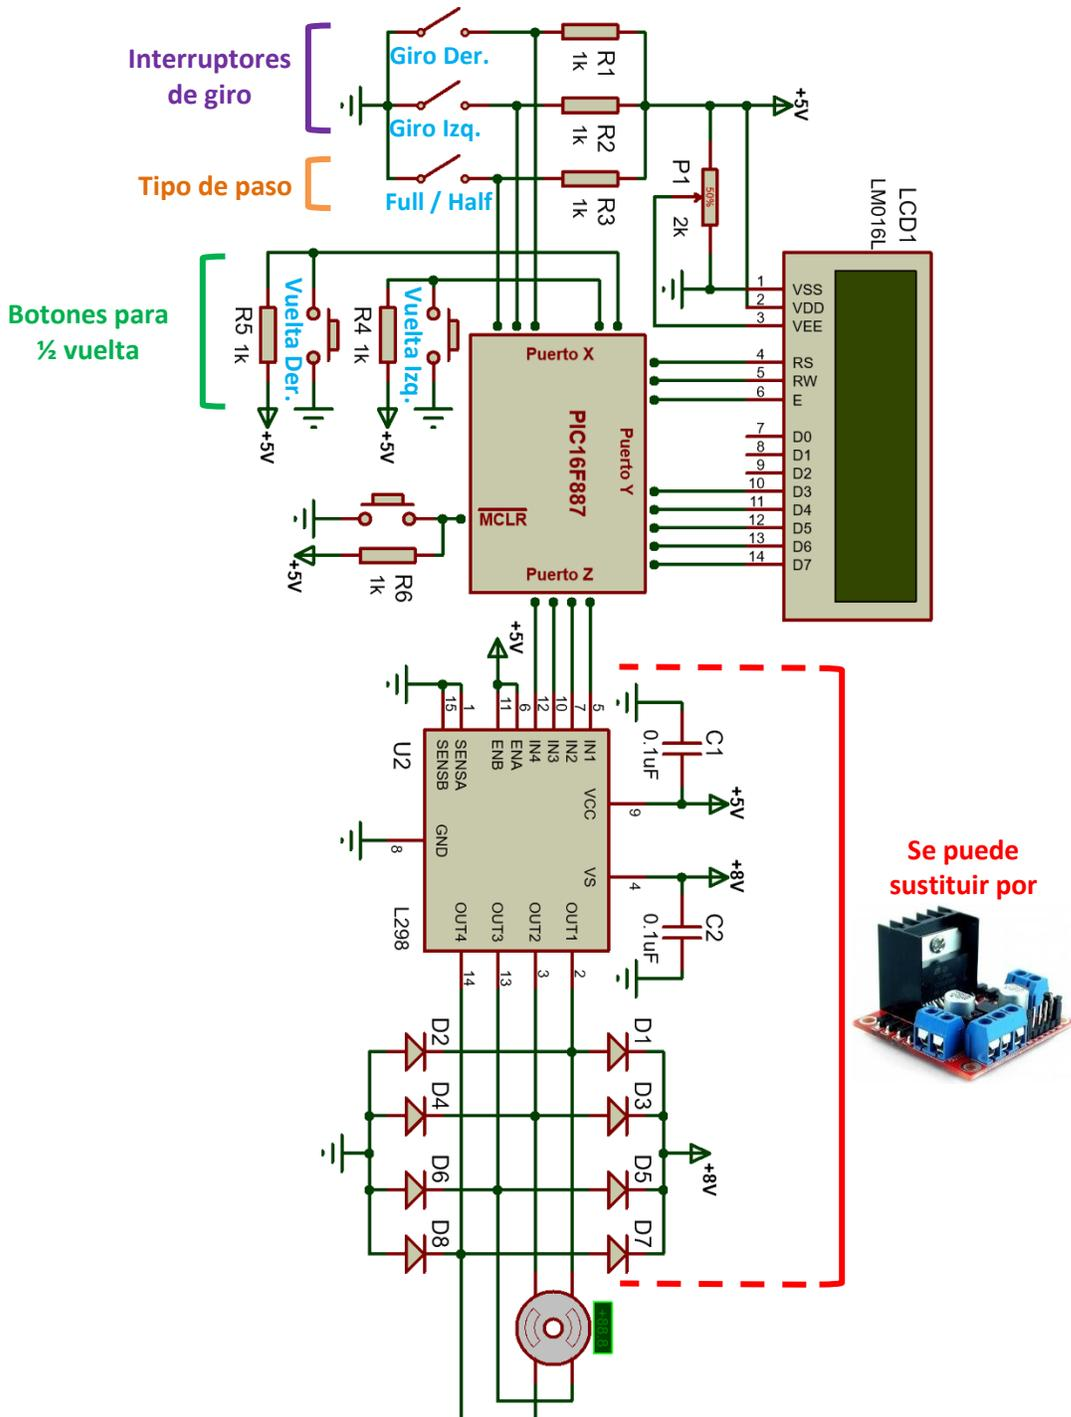

Figura 6.7. Circuito simbólico de control de motor a pasos.
- 3) Desarrolle un programa para que el microcontrolador realice el control del sistema de motor a pasos de la figura 6.7 con las siguientes funciones:
- 6) **El circuito de la figura 6.7 deberá ser armado previamente a la realización de la práctica.**
- Compruebe que, para el circuito mostrado en la figura 6.7, las conexiones correspondan con las terminales de los puertos elegidos al realizar el programa, como entrada (Puerto X), salida (Puerto Y) y para el display (Puerto Z).
6. La tabla 6.1 presenta el funcionamiento que debe de tener el motor de acuerdo con el circuito de control de la figura 6.7, **observe que la tabla usa lógica inversa.**